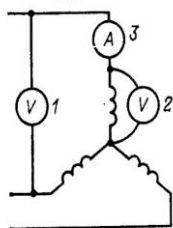

Рис. 11-9.
3. Какие напряжение и ток будут показывать измерительные приборы 2 и 3, включенные в фазу, если вольтметр 1 показывает 380 В, а сопротивление фазы потребителя 22 Ом (рис.11-9)?